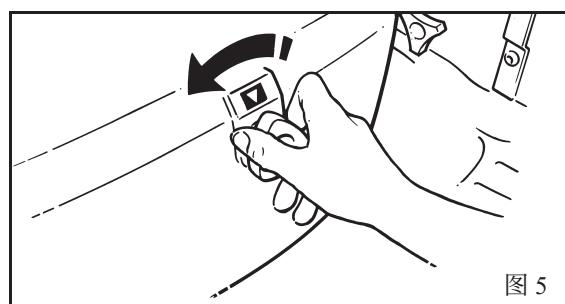

图 5
系统故障下降撤销 :- 当主控制器失效时，可使用此功能。万一手持控制器或双控制面板无法操作移位机，则在患者依旧由吊兜支撑，并且做好下降准备的情况下，使用主盖右侧的“下降撤销”旋钮。该开关上有标签。(如图 5 所示)
1. 要进行下降撤销，请将旋钮按反时针方向转半圈。（如图 5 所示）